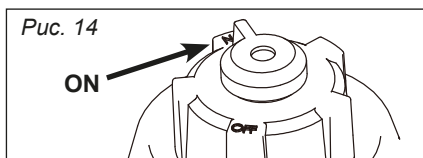

Рис. 14
2. Поверните регулятор сброса воздуха в положение «ON» (рис. 14).